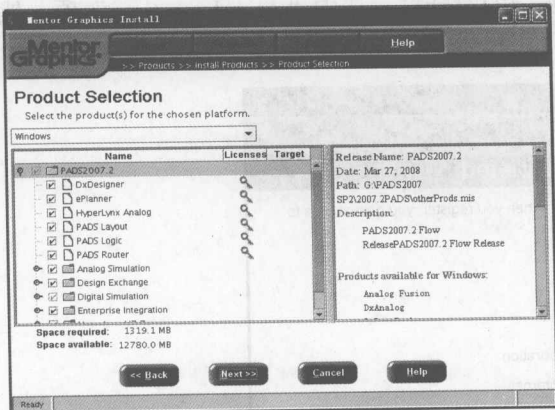

图 1-14 “Product Selection” 对话框
(6) 单击“Yes”按钮，弹出如图 1-14 所示的对话框，选择要安装的软件。